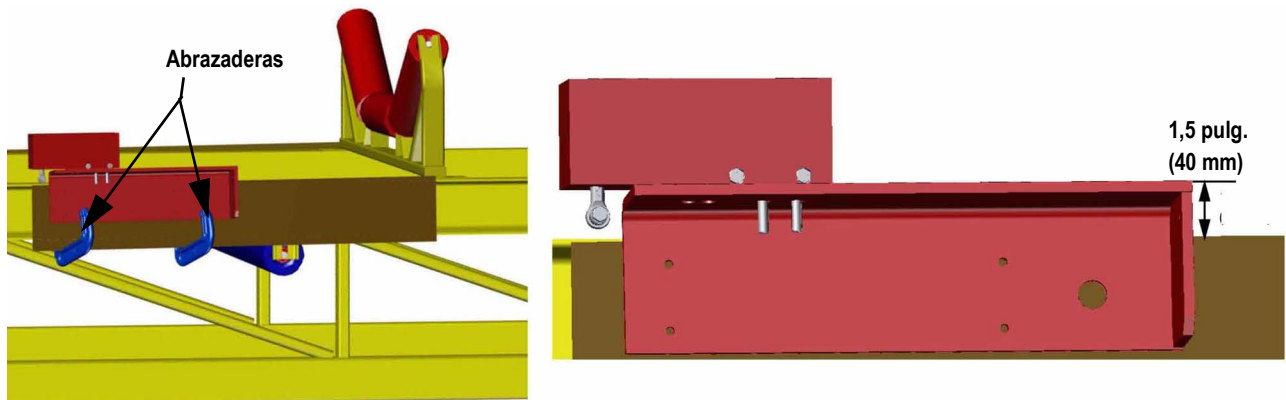

Figura 2-5. Utilizar las abrazaderas para colocar la soldadura
7. Usando abrazaderas, coloque cada conjunto soldado en la posición correcta. La parte superior del bastidor de pesaje debe colocarse a 38,1 mm (1,5 pulg.) por encima del larguero para dejar espacio libre para la estación de rodillos cuando se vuelve a atornillar en su lugar (consulte la Figura 2-5). Asegúrese de que el extremo largo del brazo de palanca apunte en la misma dirección que el recorrido de cinta.